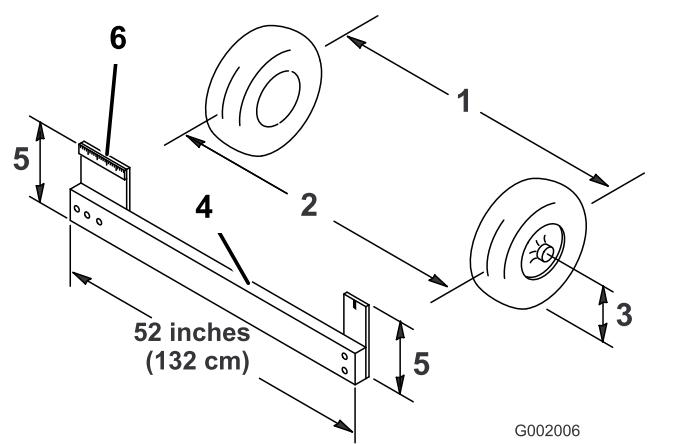

Figure 48
4. Mesurez la distance entre les deux roues avant à hauteur d'essieu, à l'avant et à l'arrière des roues (Figure 48).
**Remarque:** Vous aurez besoin d'un gabarit ou d'un contrôleur d'alignement pour mesurer précisément l'arrière des roues avant à hauteur d'essieu. Utilisez le même gabarit ou outil pour mesurer précisément l'avant des roues avant à hauteur d'essieu (Figure 48).